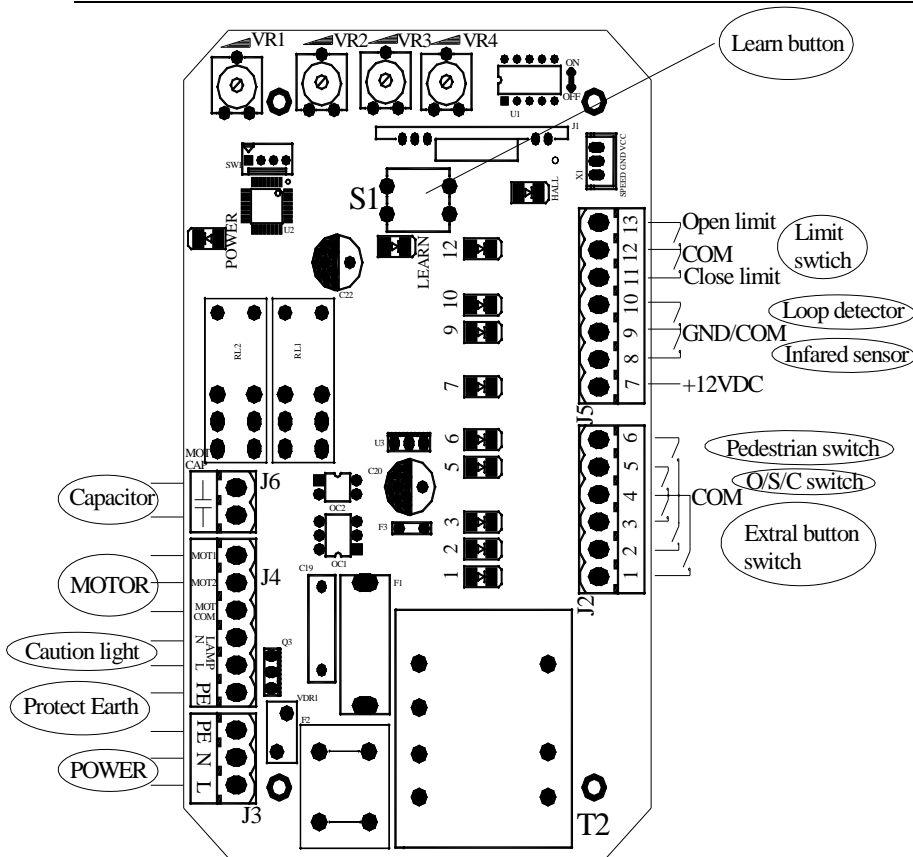

Fig.8
Asegúrese de que el accionador esté desconectado antes de realizar las conexiones eléctricas. Quite la cubierta, y realice las conexiones (Ver Fig.8) y vuelva a colocar la tapa de nuevo.
a. Ajuste de los potenciómetros (ver Fig.8)
- **Programación de emisores (Learn):** Presione y mantenga presionado el botón de programación 'S1' (Fig. 8) más de 2 segundos, entonces el LED "learn" (Fig. 8) se activará; a continuación, pulse el botón del emisor que desea utilizar, el LED "learn" se enciende unos 2 segundos y luego se apagará de nuevo. El proceso de programación ha terminado. La capacidad máxima del receptor es de 25 emisores.